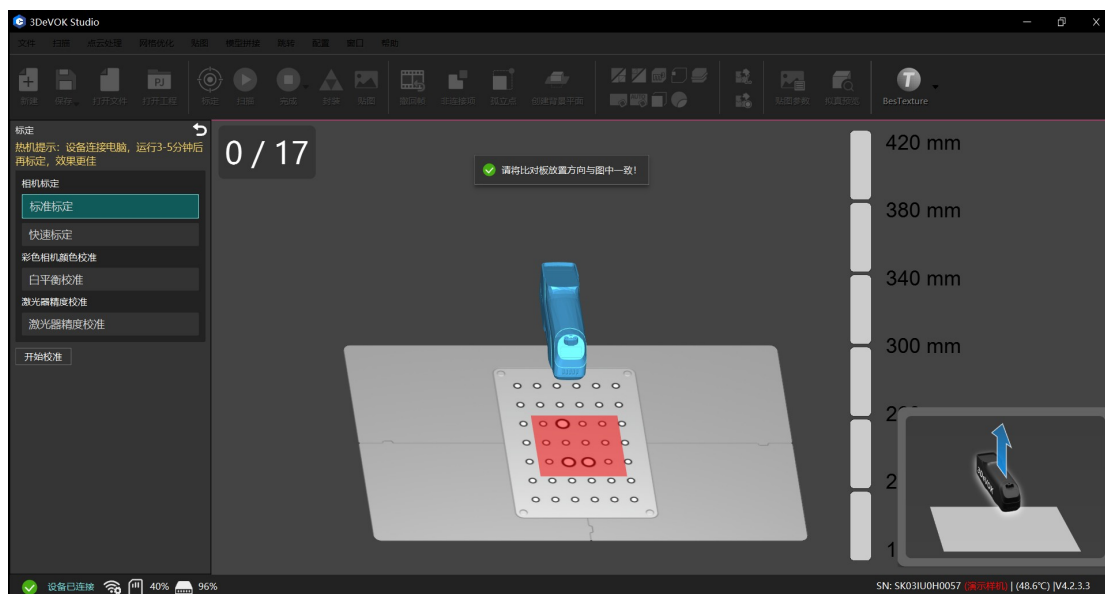

图 6-2 标准标定软件截图示意图
2、点击 **标定** 进行设备标定，按照指引步骤进行标定（如图 6-2 所示）。